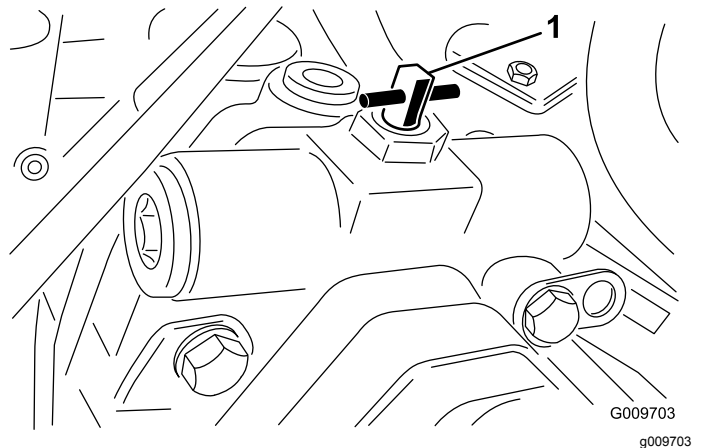

Figura 40
3. Gire la válvula de desvío 90° (¼ de vuelta) en cualquier sentido para abrirla y dejar pasar el fluido internamente (Figura 40).
2. Gire la válvula de desvío 90° (¼ de vuelta) en cualquier sentido para abrirla y dejar pasar el fluido internamente (Figura 40).